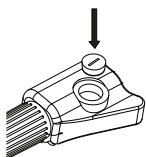

fig.2
- Inserire la batteria CR2032 nell'alloggiamento, con il lato positivo della batteria (+) rivolto verso l'esterno (fig. 2).